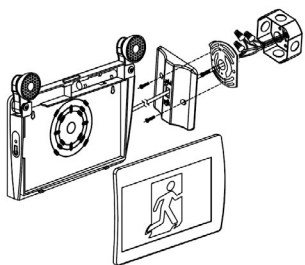

Fig. 3
- Faire passer les fils à travers la plaque de montage de la boîte de jonction, puis fixer la plaque de montage à la boîte de jonction à l'aide de vis (Fig. 3).